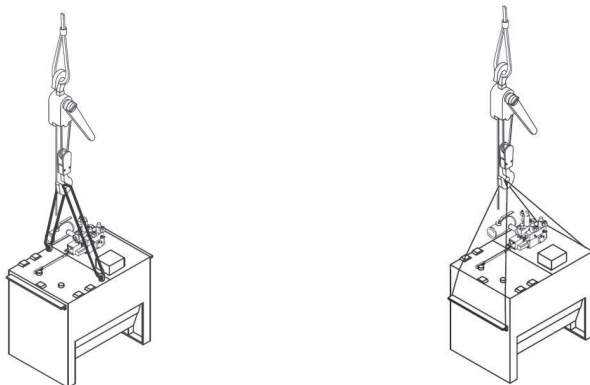

Fig. 2 – Elevación de centralita con cables
- La carga y descarga de las centralitas desde los medios de transporte deberá realizarse con carretillas elevadoras. Si se levantan las centralitas con cables, hacer pasar los cables por debajo de las asas. (ver Fig. 2 y **Errore. L'origine riferimento non è stata trovata.**).